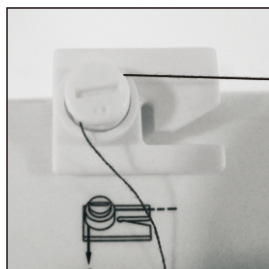

Fig. 21
2. Johda lanka puolauksen kiristyslevyjen väliin koneen yläosassa (fig.21).